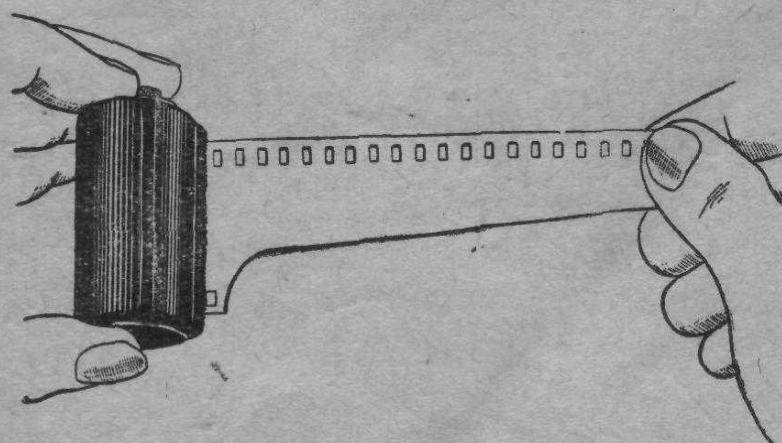

Рис. 9.
2. Вытяните из кассеты конец пленки длиною не более 10 см, обрежьте его аккуратно по форме (рис. 9) или с помощью специального шаблона.
При правильном обрезе пленки (см. рис. 9) срез нижнего перфорированного края делается почти на полную длину вытянутого конца, т. е. на 10 см. Несрезанная, выступающая из кассеты часть пленки должна быть около двух мм. Срез должен быть сделан аккуратно, без надрывов пленки и не должен проходить через перфорационное отверстие.